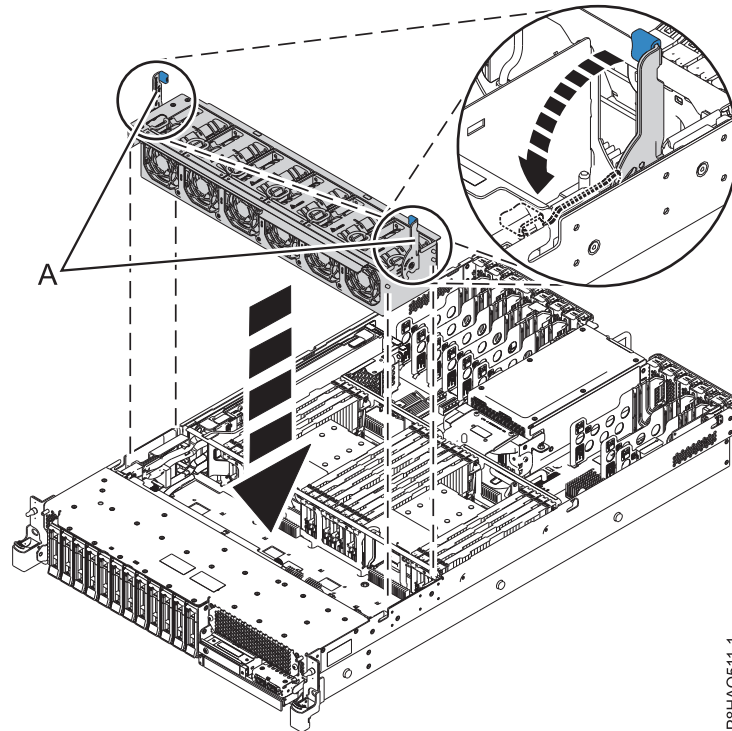

Figura 5. Substituir a caixa de ventoinha
- b. Baixe a caixa de ventoinha para o sistema segurando os trincos do ponto específico para manuseamento azuis (A), tal como é demonstrado em Figura 5 na página 11.
- c. Rode os trincos (A) tal como é demonstrado em Figura 5 na página 11, para bloquear a caixa de ventoinha no local.